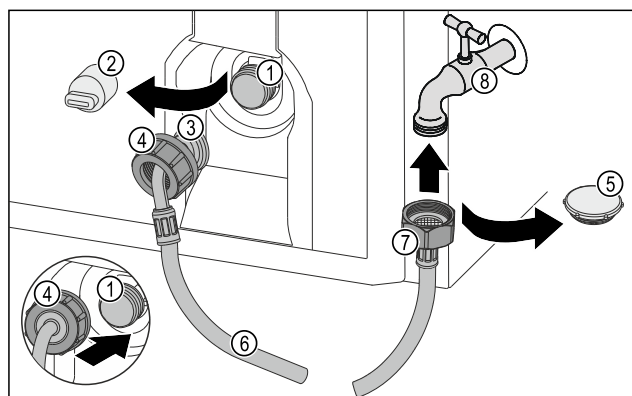

Fig. 45
- Rimuovere il coperchio di chiusura Fig. 45 (5).
- Posizionare l'estremità del flessibile dritta Fig. 45 (7) sul rubinetto dell'acqua Fig. 45 (8).
- Stringere in senso orario sull'estremità del flessibile dritta Fig. 45 (7) in senso orario.